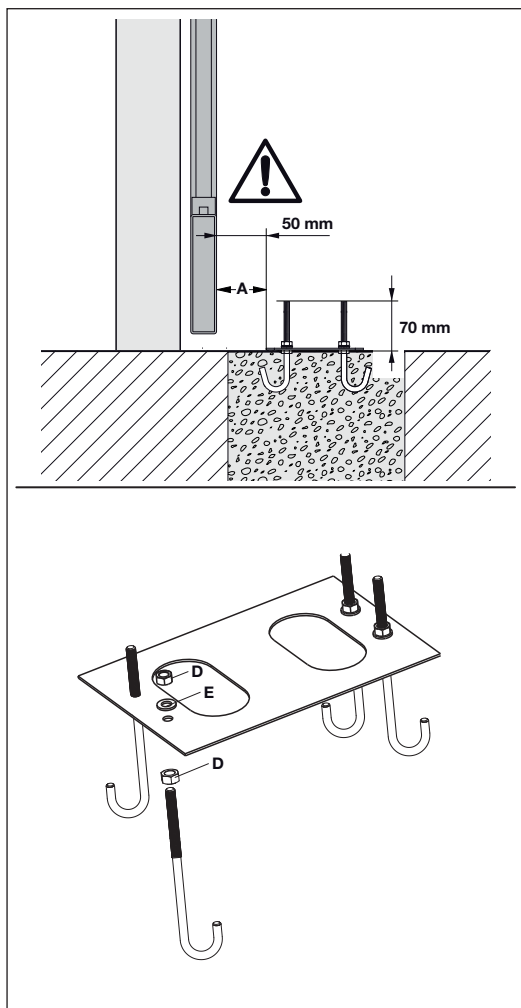

Bild 2 - Bodenanker
- Einbaumaße unbedingt beachten! Siehe Bild 1 - Fundament und Bild 2 - Bodenanker.
- Einbaumaße unbedingt beachten! Siehe Bild 1 - Fundament und Bild 2 - Bodenanker. Anschließend Dübellöcher bohren, die Bohrlöcher reinigen und Grundplatte mit geeignetem Montagmaterial befestigen. Hierbei die Unterlegscheibe mit der Mutter gegen den Boden festziehen.